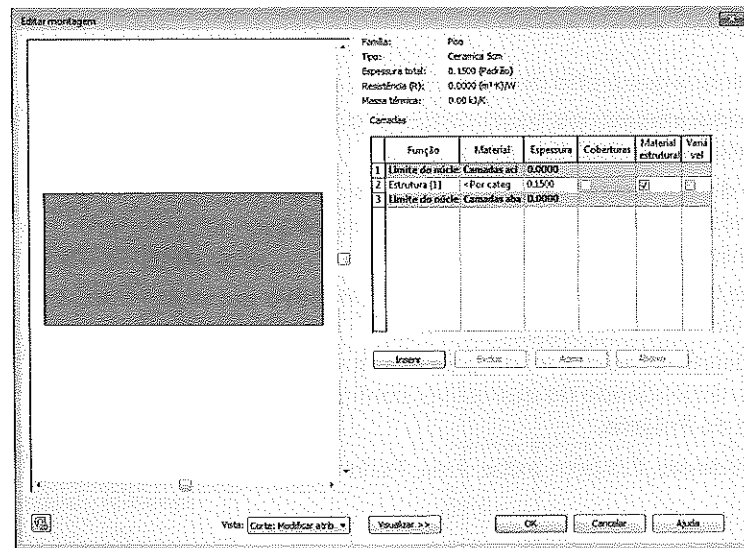

Figura 9.36 – Janela Editar montagem.
4. O novo piso é criado e agora vamos alterar suas propriedades. Clique em **Estrutura > Editar** para abrir a janela **Editar montagem**, como mostra a Figura 9.36.